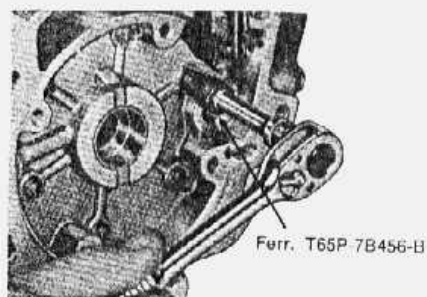

fig. 55 — remoção dos parafusos de fixação da pista externa da embreagem uni-direcional
34. Remover os seis parafusos de fixação da pista externa da embreagem unidirecional, com a ferramenta mostrada na fig. 55. Ao remover os parafusos, segurar a pista externa da embreagem unidirecional pelo interior da caixa. Remover a pista e a arruela de encosto nº 9 (fig. 49).